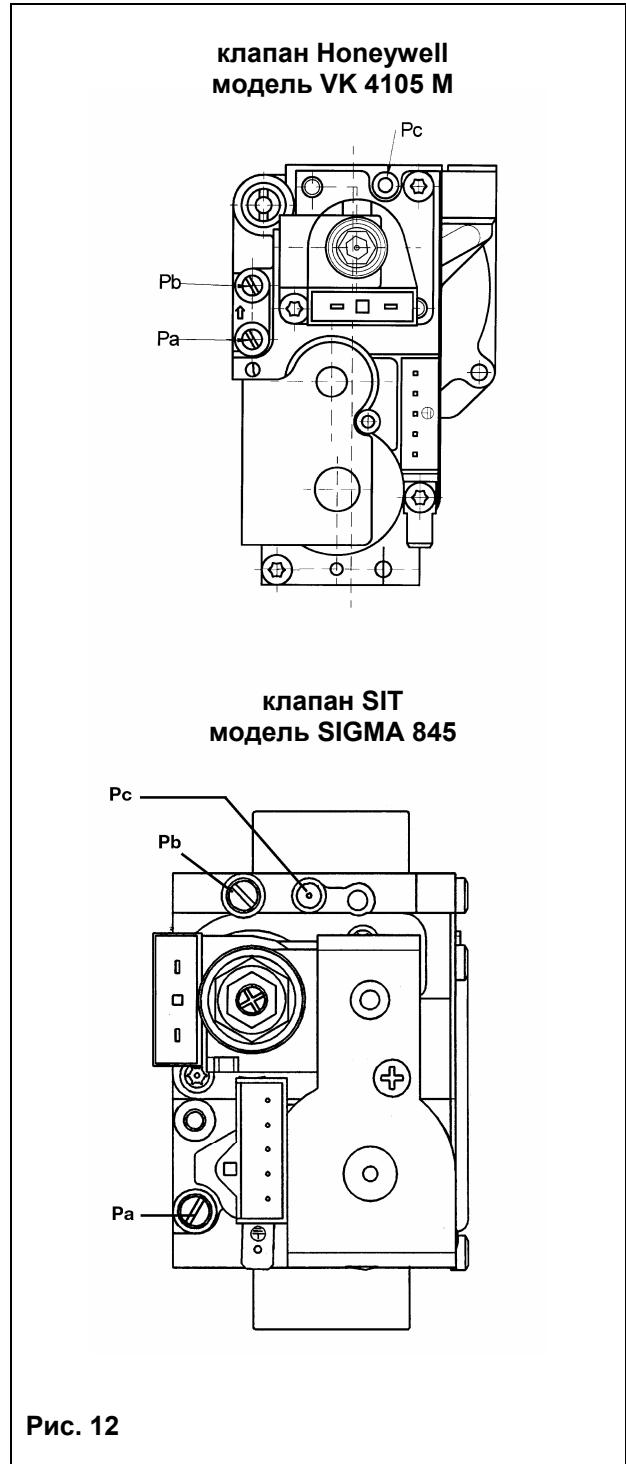

Рис. 12
- Открутить винт на штуцере (**Рa**, рис. 12) и присоединить к штуцеру (**Рa**) манометр.
- Проверить динамическое входное давление газа (штуцер **Рa**, рис. 12). Номинальные давления: **20 мбар** для природного газа, **37 мбар** для пропана.
- Открутить винт на штуцере **Pb** (рис. 12) и присоединить к штуцеру **Pb** манометр.